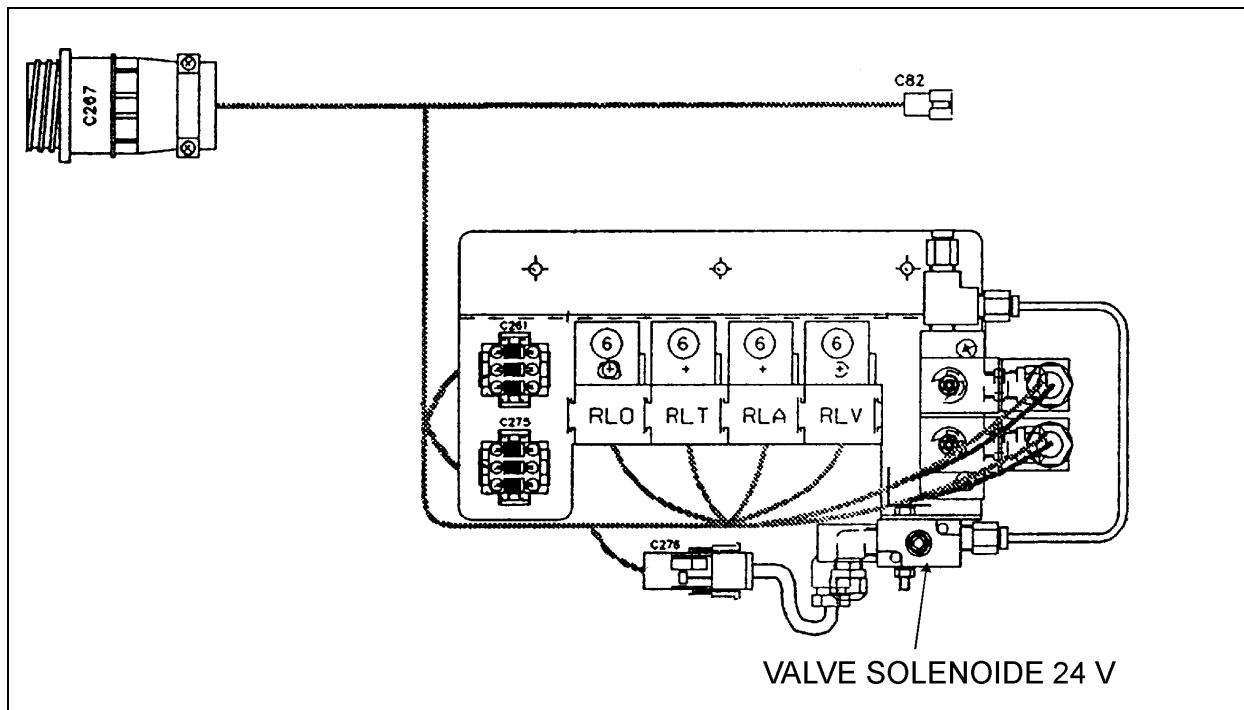

FIGURE 2: MODULE DE CONTRÔLE DE LA PORTE D'ENTRÉE DE TYPE SEDAN
4. Trouver la valve sur le module de contrôle de la porte d'entrée de type sedan (Fig. 2).
6. Débrancher le connecteur # C276, la valve n'est plus alimentée par un courant électrique (Fig. 2).